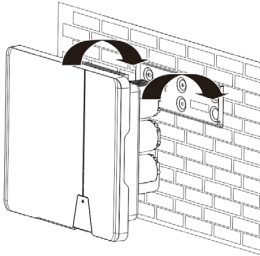
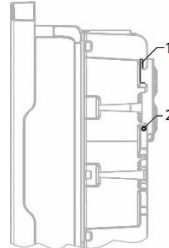

Fig. 6: Häng växelriktaren i väggfästet
Fig. 8.2: Fästa växelriktaren
- 2 Häng enheten i monteringsplattan (se fig. 6 och fig. 8.2 – pos. 1) och kontrollera att den sitter fast ordentligt.
- 3 Montera bifogade skruvar (2x M5x14mm) på båda sidor för att säkra att den inte lossar i borrhålet (fig.8.2 – pos 2).
2 Sätt in DC-kontakter parvis i DC Plus- och DC Minus-kontakterna (se fig. 8.2)